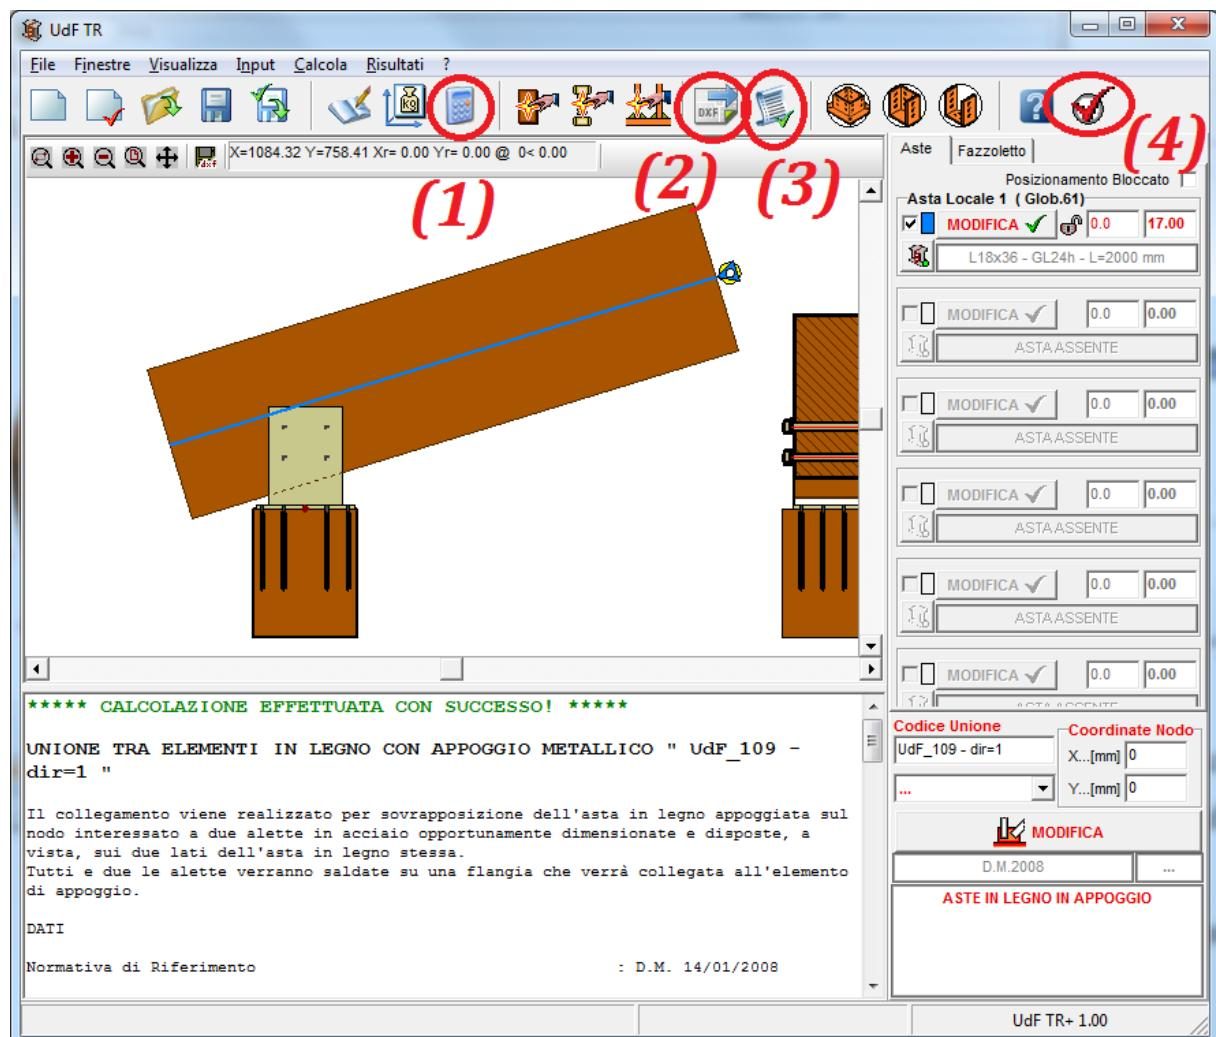

Figura 69
Con riferimento alla figura 69, per analizzare il collegamento cliccare sul tasto “Analisi completa del nodo” (1).